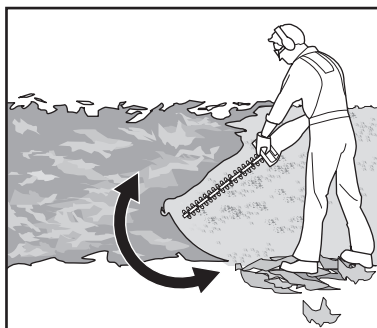

Fig. 5
3. Sujete bien el producto con una mano en la empuñadura delantera (4) y la otra en la empuñadura trasera (6). No utilice el producto con una sola mano.
5. En primer lugar, corte los laterales de abajo a arriba. De esta manera, evitará que los restos se interpongan en las zonas pendientes de corte (Fig. 5).